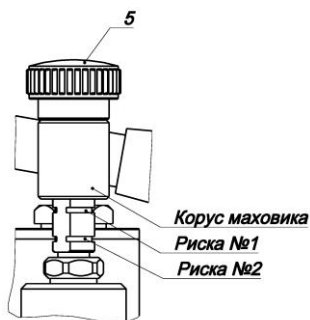

Рисунок 2 – Отсечной клапан
– перевести отсечной клапан (поз. 5) в режим создания давления, путем вращения маховика клапана по часовой стрелки до тех пор, пока не совместится край корпуса маховика с первой риской №1 (рис. 2).
Перевести отсечной клапан (поз. 5) в режим создания давления, путем вращения маховика клапана по часовой стрелки до тех пор, пока не совместится край корпуса маховика с первой риской №1 (рис. 2). Предварительное создание давления в помпе осуществляется с помощью поступательных движений рукояткой (поз. 6) насосного блока (поз. 2). Точное создание давление осуществляется отсечным клапаном в диапазоне движений корпуса маховика до риски №1. Положение корпуса маховика выше риски №1 соответствует сбросу давления. При необходимости отсечения насосного блока от рабочей полости приборов, сместите корпуса маховика до риски №2. Положение корпуса маховика ниже риски №2 соответствует режиму работы помпы без насосного блок. Данный режим необходим при давлениях менее 10 МПа при наличии в рабочей среде загрязнений. Режим работы при давлении менее 10 МПа с наличием загрязнений обусловлен возможной не стабильностью поддержания давления насосным блоком в загрязненных средах.